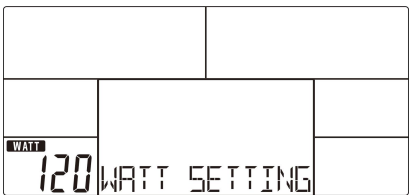

图 19
- 2. 按 UP 或 DOWN ((Encoder) 设置目标 WATT 值 ( 默认值：120 · 图 19 ) 。